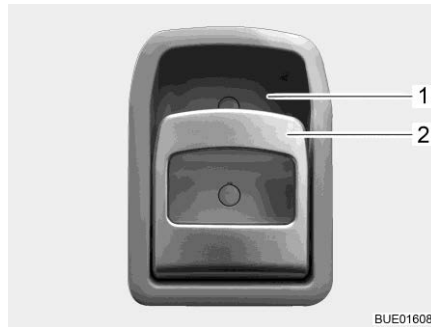

Bild 54 Dörrlås (ingångsdörr insida)
- Öppna:** ■ Drag i handtaget (Bild 54,2). Dörrlåset låses upp respektive öppnas.
- Låsa:** ■ Tryck handtagets (Bild 54,2) övre del i riktning mot greppkåpan (Bild 54,1). Dörrlåset låses.